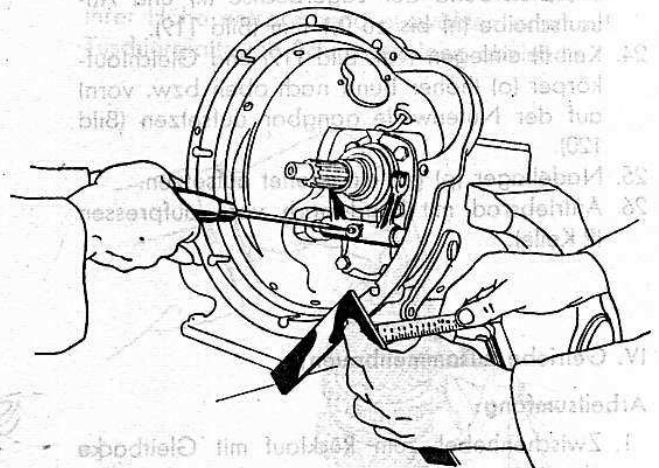

Bild 128
15. Ausrückhebel mit Welle und Ausrückgabel (Kupplungsbetätigung) einbauen (Gewindestift nach vorn). Welle in Gabel so einführen, daß die Fläche für den Gewindestift sich mit diesem deckt, Gewindestift fest anziehen (Bild 128).